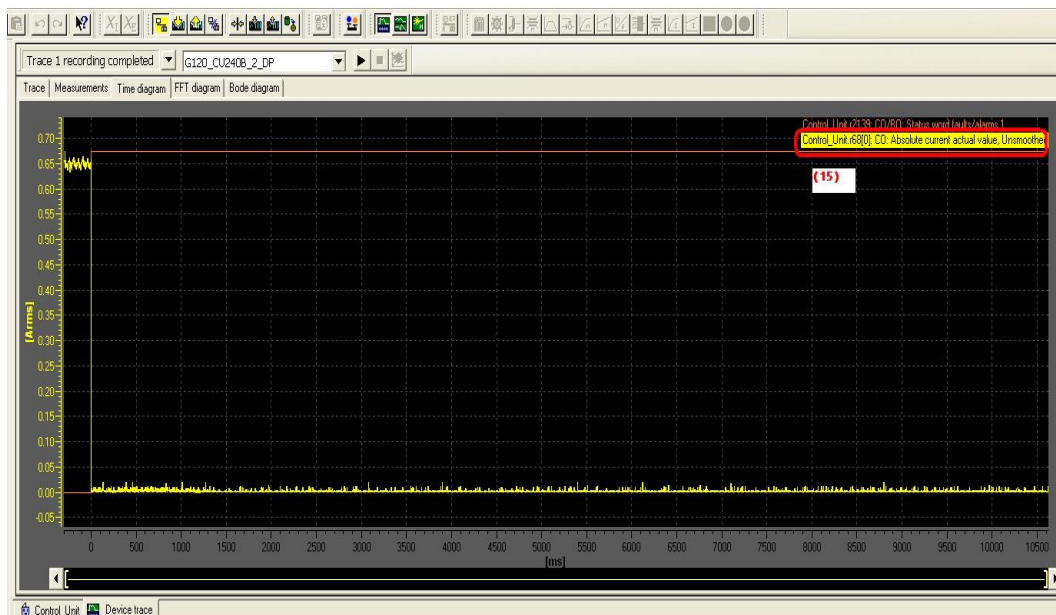

图 5
(15) 输出电流 r68 故障发生前的大小为 0.65A，发生故障后输出电流为 0A，见图 5；